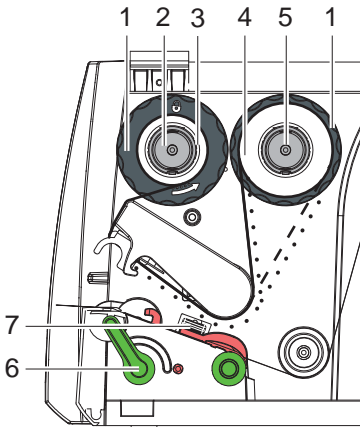

Bild 12 Transferfolienlauf
**Zum Aufwickeln der Folie wird ein Folienkern (3) benötigt, der mindestens so breit ist wie die Vorratsrolle.**
5. Position des Randstellers auf dem Aufwickler an Breite des Folienkerns (3) anpassen und Folienkern auf den Aufwickler (2) schieben.
6. Transferfolie wie in Bild 12 durch die Druckmechanik führen.